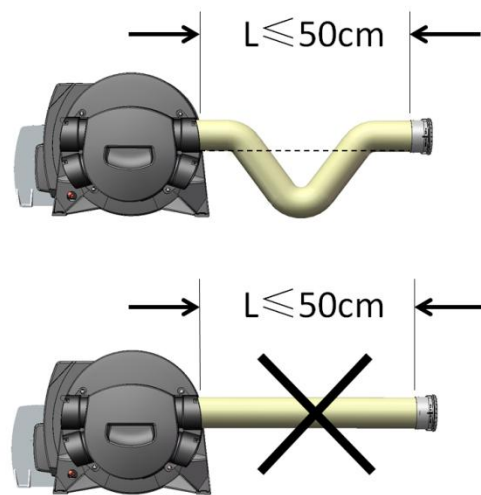

图 13
3. 当暖风管长度小于 50 厘米时，暖风管必须折成“U”形弯状不能伸直。如图 13 所示。